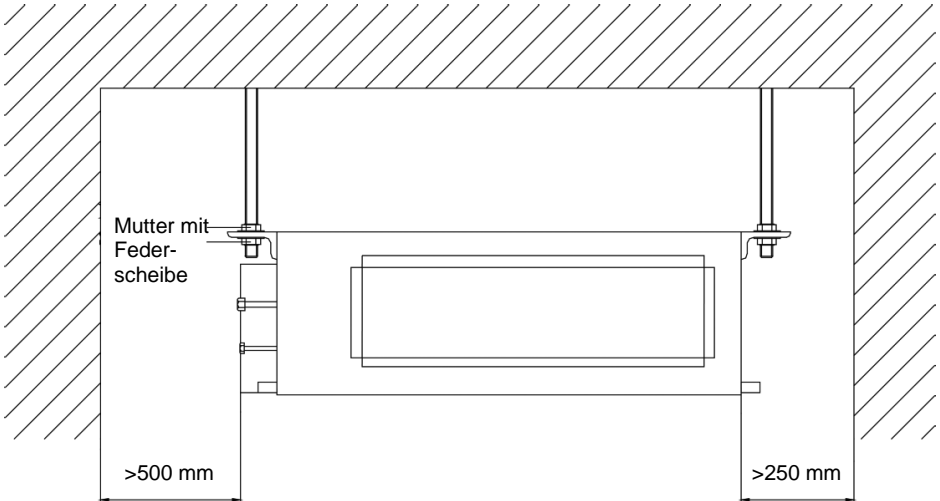

Abb. 2
- 4) Vergewissern Sie sich anhand Abb. 2, dass ausreichend Platz für Wartungsarbeiten rings um das Gerät vorhanden ist.